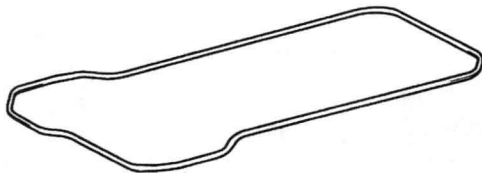

图 1-11 气门室盖垫片
3) 用橡胶锤锤松气门室盖，用一字螺钉旋具（螺丝刀）撬下气门室盖，取下气门室盖及垫片，如图 1-11 所示。